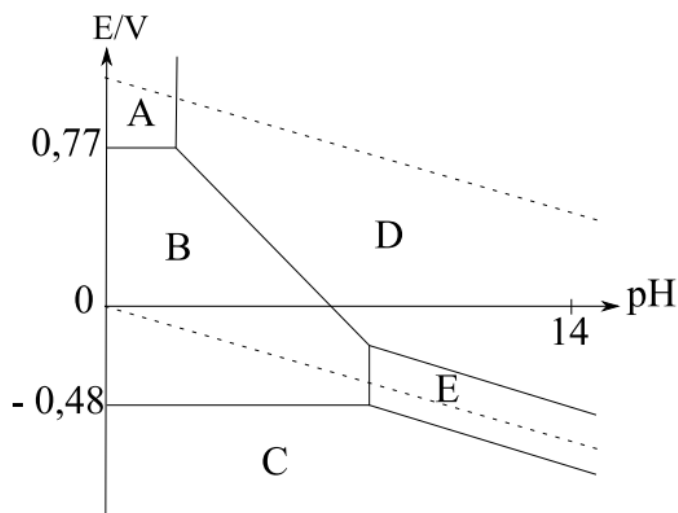

Figure 1. Diagramme potentiel-pH du fer
- 11) Placer en le justifiant les espèces précédentes dans le diagramme potentiel-pH (Figure 1).